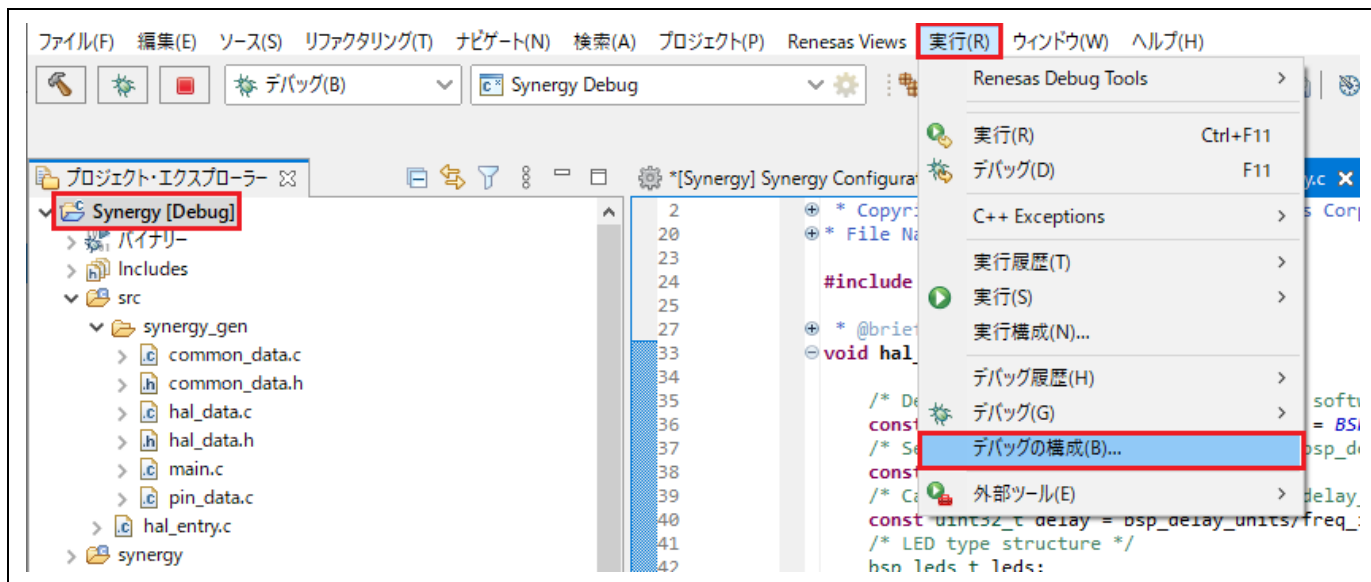

図 5-2 デバッグ – [デバッグ構成] ウィンドウを開く
- (1) [デバッグ構成] ウィンドウを開きます（「図 5-2」参照）。
- (2) [デバッグ構成] ウィンドウの左ペインに表示されたデバッグ構成（例：“Synergy Debug”）を選択し  アイコンをクリック（現在選択している起動構成をコピー）すると、複製されたデバッグ構成（例：“Synergy Debug (1)”）が作成されます。
- (3) デバッグ構成は「5.1 既存デバッグ構成の変更」で説明した方法で設定できます。